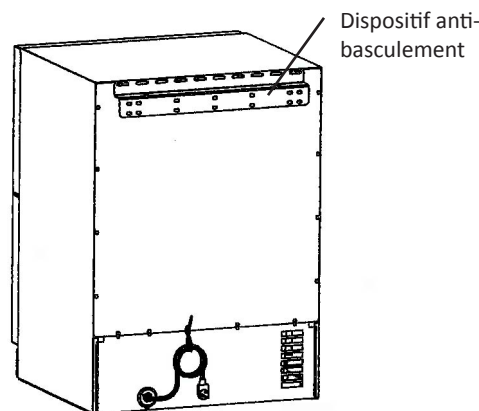
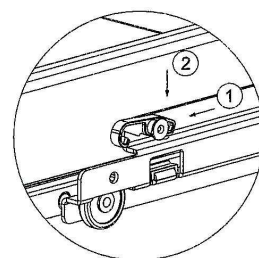

Figure 6
Figure 9
1. Pour enlever un tiroir : Commencez par tirer le tiroir. Repérez le verrou du tiroir qui se trouve sur l'extérieur de la glissière d'armoire (Voir la Figure 7). Poussez le dos de ce verrou vers l'avant puis vers le bas, en libérant le tiroir de la glissière d'armoire (Voir la Figure 6). Répétez cette opération du côté opposé du tiroir. Soulevez le tiroir des glissières perpendiculairement, pour le sortir complètement de l'armoire (Voir la Figure 9).